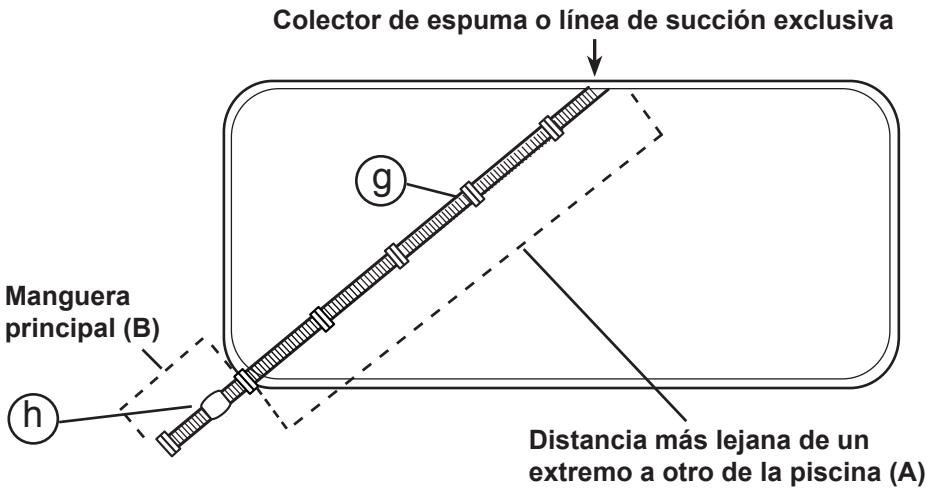

Figura 5
- 1. Mida bien la manguera para que alcance el punto más lejano de la piscina desde el colector de espuma o la línea de succión exclusiva. Retire las secciones adicionales de la manguera, según sea necesario. Véase (A) en la figura 5, abajo.
- 2. Luego, conecte la manguera principal al extremo donde se conectará el cabezal del limpiafondo. Véase (B) en la figura 5, abajo. La longitud extra permite que el limpiafondo alcance los puntos más lejanos de la piscina si es que se forma un círculo mientras está en funcionamiento.